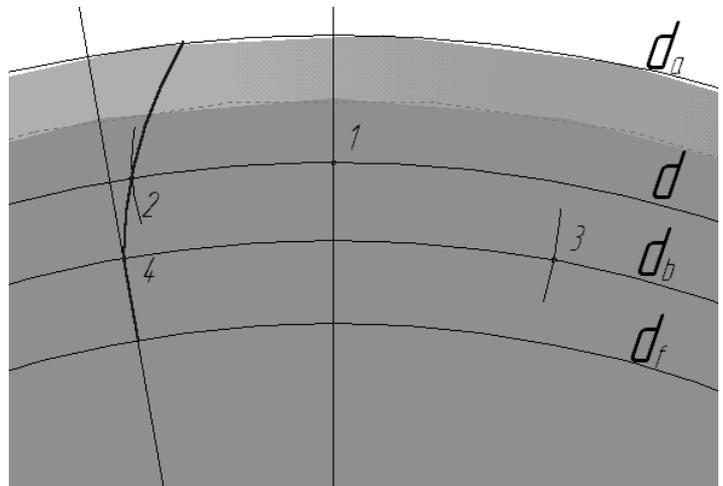

Рис.3
Точка ) точку пересечения делительной окружности и вертикальной линии (точка 1, см. рис.3).
Первую и вторую точки дуги задайте произвольно так, чтобы она пересекла делительную окружность d . Отметьте эту точку пересечения (точка 2, см. рис.3).
16. Из отмеченной точки постройте дугу радиусом $R = d/6$ так, чтобы она пересекла основную окружность. Точку пересечения отметьте (точка 3, см. рис.3).
Изображение должно быть таким же, как на рис. 3.